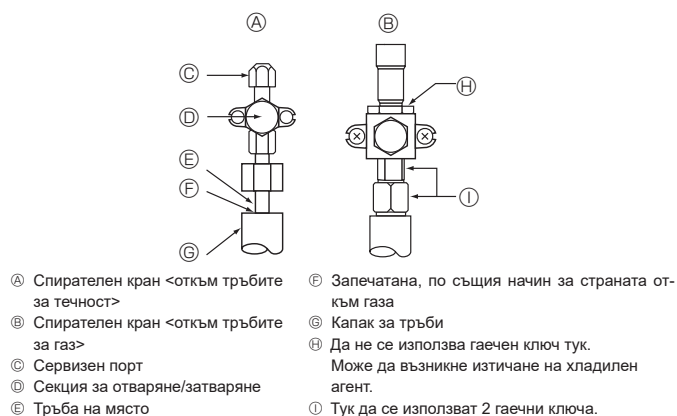

Fig. 4-5
4.4. Метод за изпробване на херметизацията на охладителна тръба (Fig. 4-5)
- Ако налягането се понижава на стъпки (2) или (3), налице е изтичане на газ. Потърсете източника на изтичане на газ.